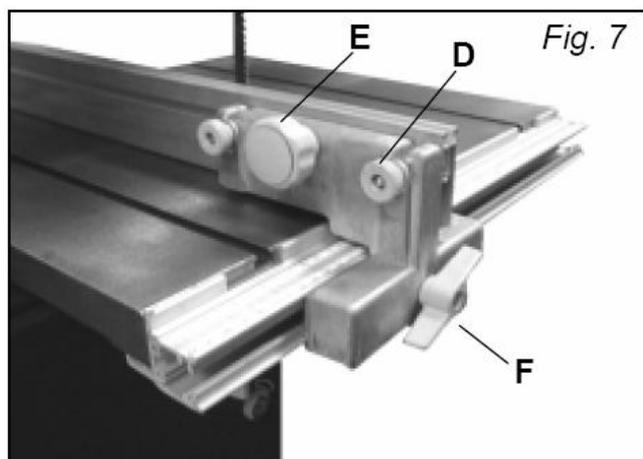

Рис. 7
Двумя маленькими ручками и болтами M6x40 (D) прикрепите направляющую (C) к опоре направляющей (B), для регулировки и фиксации положения используйте большую ручку (E), как показано на Рис. 7.
Вертикальная и горизонтальная регулировка направляющей упора (C) производится двумя маленькими ручками (D) и большой центральной ручкой (E). Рис. 7